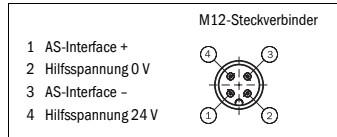

Abb. 2: Anschlussbelegung M12-Steckverbinder
- i10 Lock AS-i über 4-polige Anschlussleitung mit M12-Steckverbinder mit der AS-Interface-Abzweigung verbinden (s. Abb. 2).